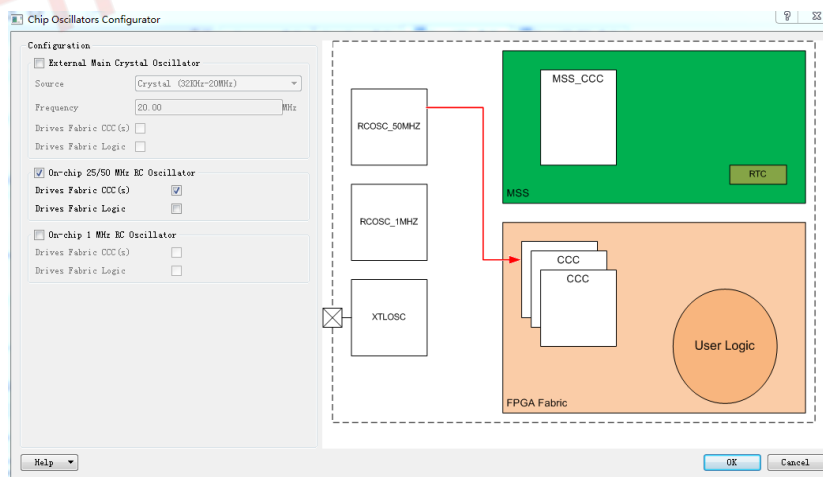

图 6.13 配置时钟源
- (8) 双击“OSC_0”模块，进入时钟源配置界面，选择时钟源为“On-chip 50MHz RC...”，勾选“Drives Fabric CCC(s)”，点击确定，如图 6.13 所示；